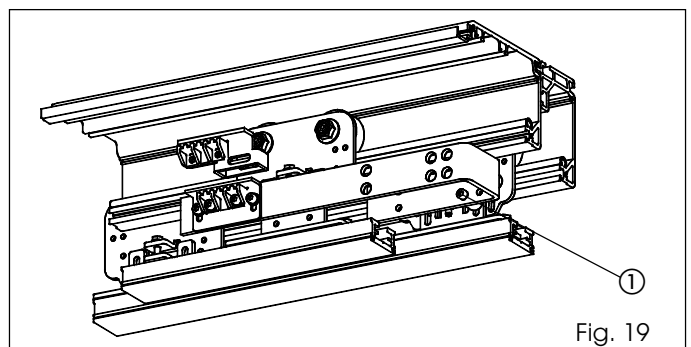

Fig. 19
• Destornille los tres tornillos como se indica en la fig. 19 ref. ① y regule la hoja.